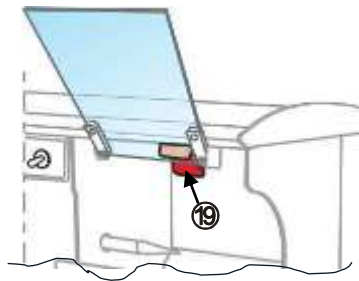

Рис.6
5.1.8 При использовании только одного бокса, а также для увеличения эффективности УПЗ, закрыть воздушный канал неиспользуемого бокса магнитной заслонкой (19), рис.6.